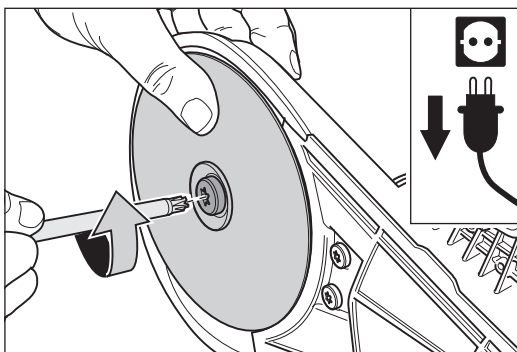

Bild 12 Skruva ut skruven med universalnyckeln.
- 4 Skruva ut skruven ur sliptallriken med universalnyckeln (bild 12).